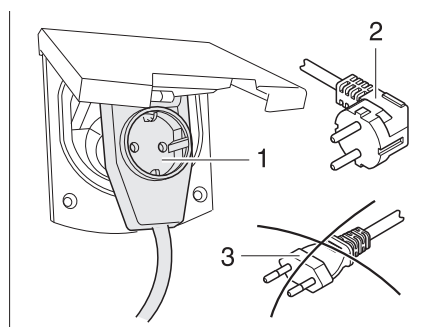

Fig. 93 Collegamento ad un connettore ad angolo provvisto di presa
- ▶ Se si impiega un connettore ad angolo CEE 17 provvisto di una presa integrata sulla parte posteriore (Fig. 93,1), utilizzare esclusivamente una spina IP 44 gommata e sigillata con contatto di terra (Fig. 93,2). Non utilizzare spine senza contatto di terra (Fig. 93,3). Pericolo di scarica elettrica!